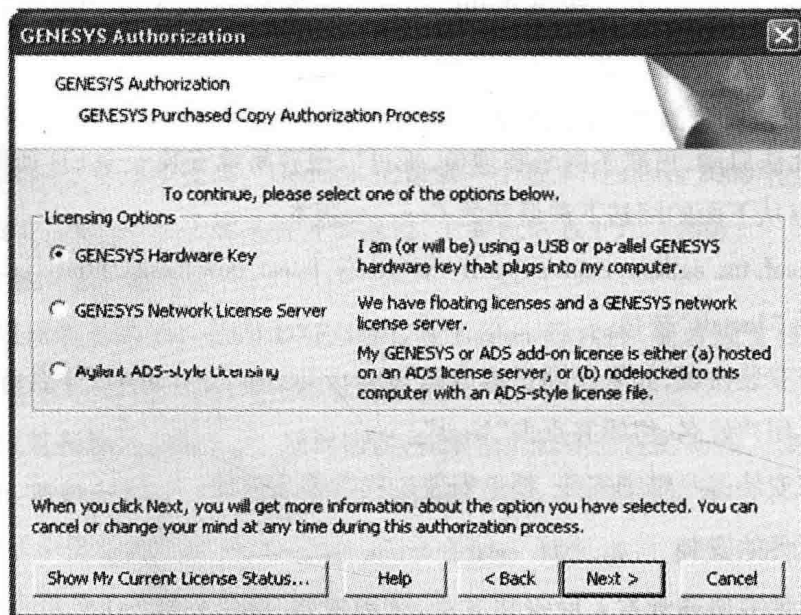

图 1.3 Genesys 软件安装授权示意图 2
(3) 对 Licensing Options 选项,点击“GENESYS Hardware Key”,然后点击“Next”,如图 1.3 所示。